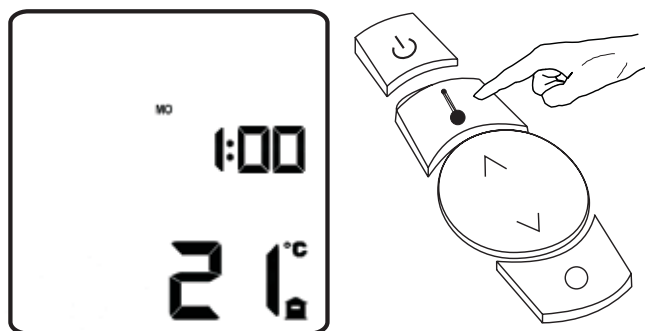

Figure 14
1. Maintenir enfoncé le bouton de mise sous tension jusqu'à ce que le rétroéclairage de l'écran s'éteigne. **Voir Figure 14.**